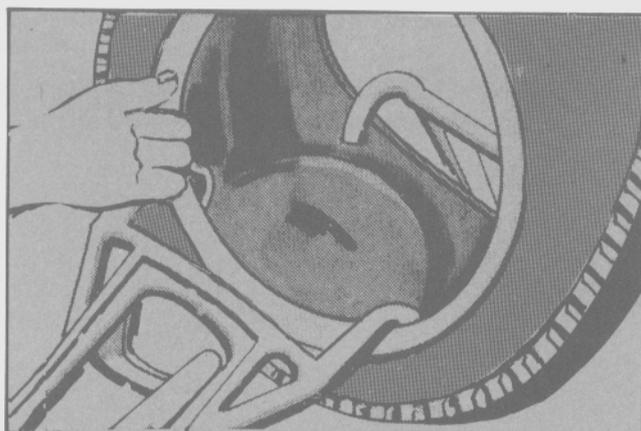

Fig. 22 Marcación de la zona a reparar
- Seleccionar el parche adecuado y marcar la zona a reparar con un círculo de mayor tamaño que el parche. Si la zona coincide con otro parche, retirar este último y abarcar con la nueva reparación ambas pinchaduras. (Fig. 22).